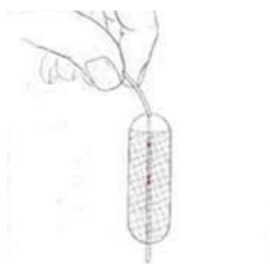

Рисунок 2
- Раздуть баллон физиологическим физраствором и выпустить воздух, как показано на рис. 2, или раздуть и сдуть углекислым газом. Промыть другую полость гепаринизированным физраствором. Проверить время раздувания / сдувания баллона, повторить процедуру несколько раз, чтобы подтвердить время раздувания / сдувания.